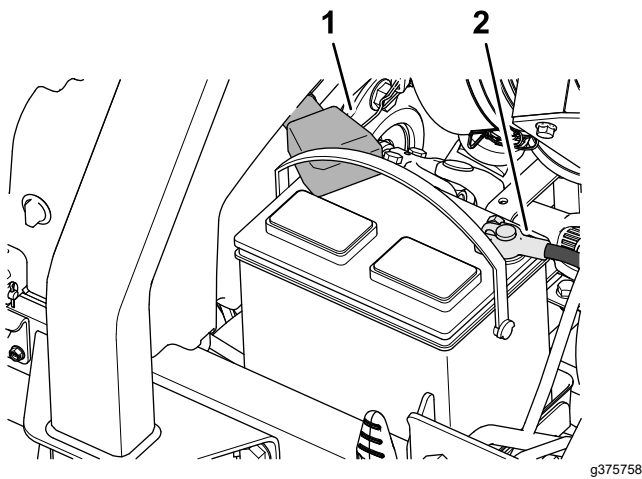

Figure 95
3. Débranchez le câble négatif de la batterie (Figure 95).